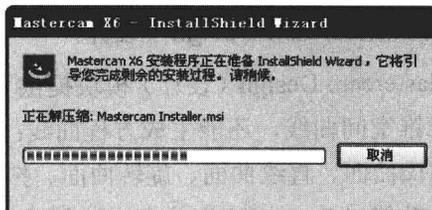

图 1-2 显示安装进程的安装界面
STEP 02 选择“中文(简体)”, 单击“确定”按钮, 出现显示安装进程的安装界面, 如图 1-2 所示。